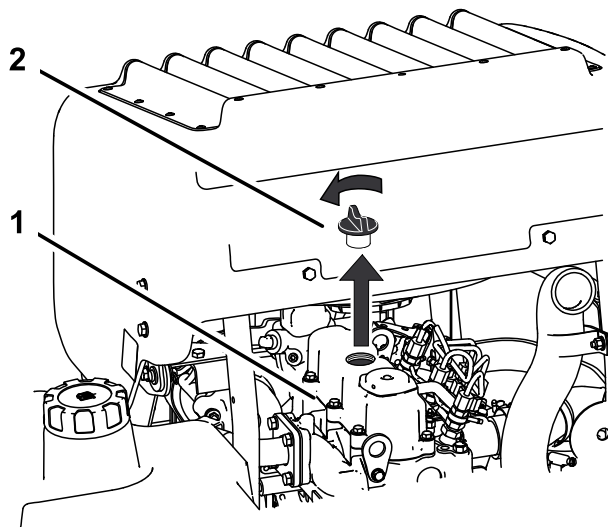

Figure 38
- Retirez le bouchon de remplissage dhuille en haut du moteur (Figure 38). Cela facilitera la vidange de lhuille.
2. Retirez le bouchon de remplissage et la jauge (Figure 38).